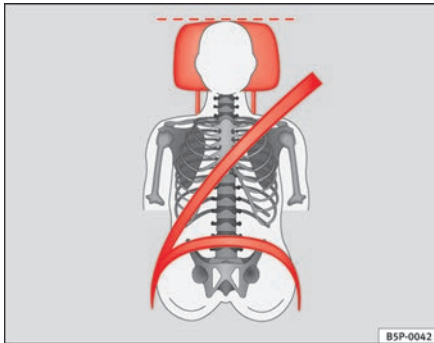

Abb. 12 Richtiger Gurtbandverlauf und richtige Kopfstützeinstellung von vorne betrachtet
- Der Schultergurt muss ungefähr über die Schultermitte verlaufen. Der Sicherheitsgurt muss flach und fest am Oberkörper anliegen ⇒ **Abb. 12**.